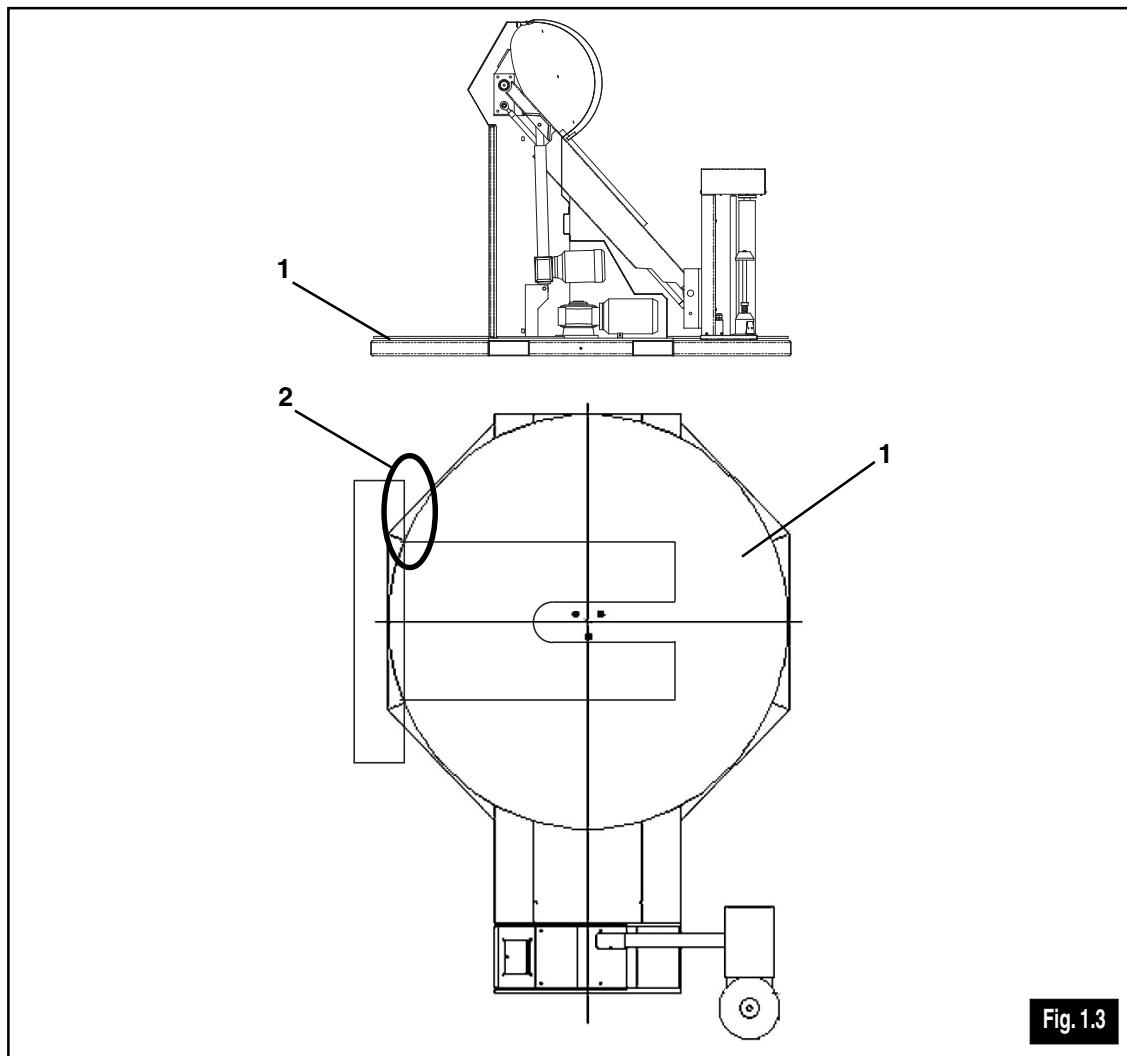

Fig. 1.3
A) Risk of getting trapped (Fig. 1.3)
B) Risk of crushing (Fig. 1.3)
A) Rischio di intrappolamento (Fig. 1.3)
B) Rischio di schiacciamento (Fig. 1.3)